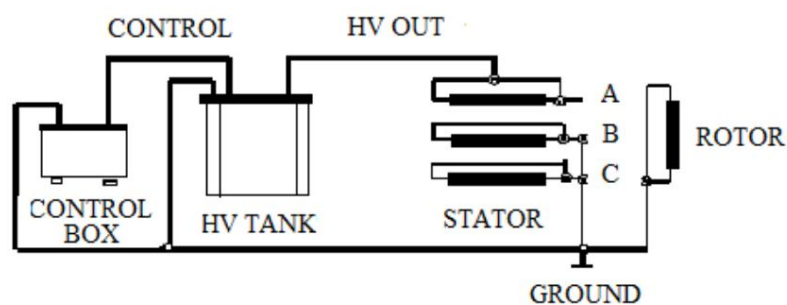

Figura 9 Medición del estator de un gráfico de líneas conectadas
2) Método de conexión: prueba por separado, los sujetos tenían una presión similar, Figura 9 como referencia.